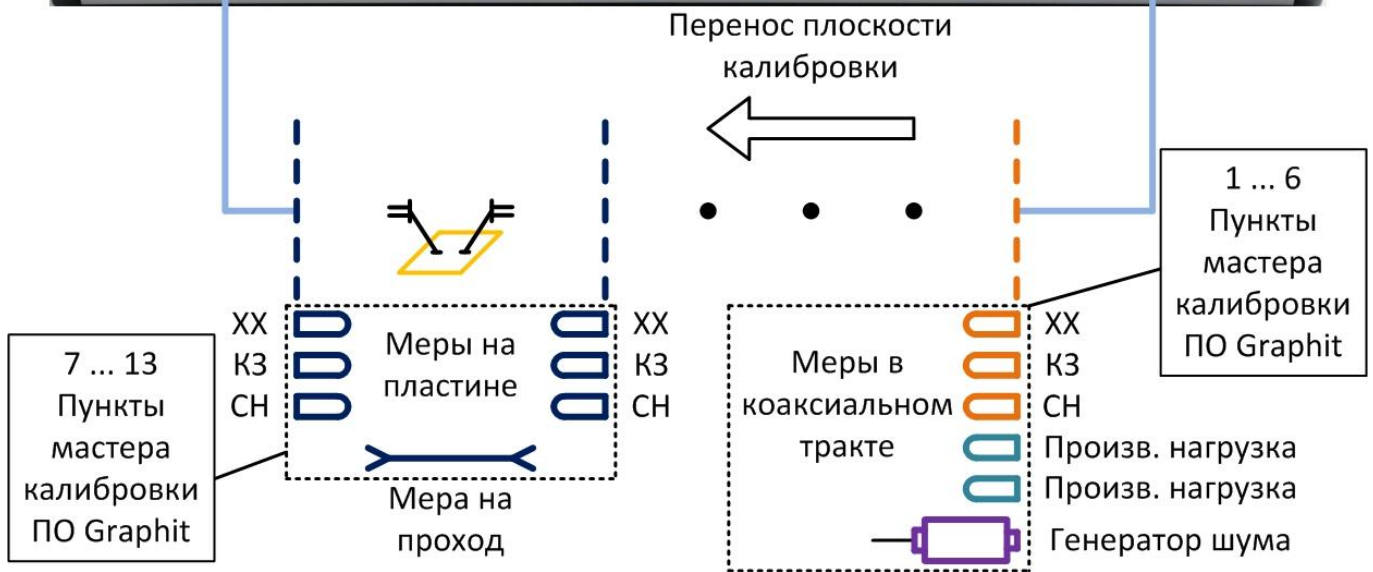

Рис.13. Схема проведения калибровки на пластине.
2. выбрать в главном меню Калибровка -> Мастер калибровки. В окне «Параметры калибровки» в поле «Тип калибровки» выбрать пункт «Двухпортовая с измерением КШ (порт 2)». В поле «Характеристика ГШ» задать файл, содержащий таблицу значений ENR (Excess Noise Ratio – избыточный коэффициент шума) используемого генератора шума. Фильтр ПЧ определяет время измерения в каждой точке и уровень шума приёмного тракта шумового приёмника. Значение в поле «Усиление тракта» подобрать исходя из соображений, приведенных в пункте «Усиление тракта шумового приемника». Настройка параметров калибровки изображена на рис 12. Первые 6 пунктов, предложенные мастером калибровки (ГШ, произвольные и известные нагрузки), позволяют сформировать плоскость калибровки КШ в коаксиальном тракте (в том сечении, в котором есть возможность подключить ГШ). Оставшиеся пункты мастера калибровки выполняются уже на зондах, с использованием нагрузок на пластине, тем самым формируется плоскость калибровки S-параметров в сечении зондов, и осуществляется перенос плоскости калибровки КШ в сечение зондов (рис. 13).